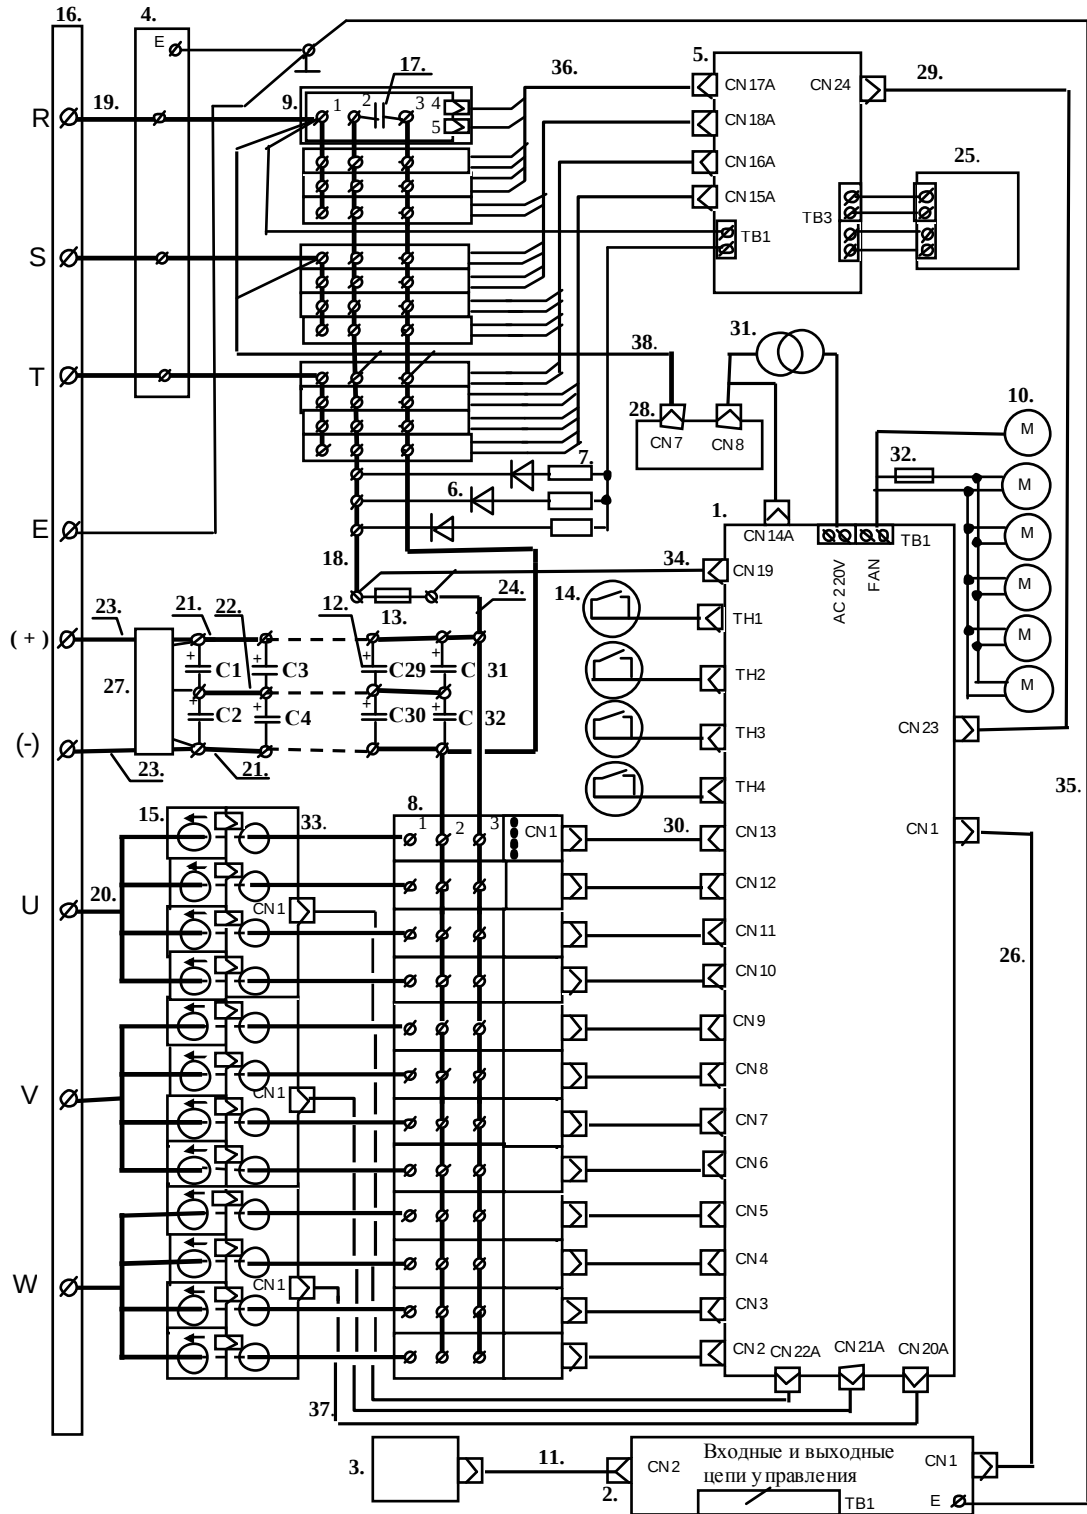

Рис. 4.2. Блок-схема преобразователя частоты EI-9011-400H.
Пояснения к рис. 4.2:
4.4.1. Фотографии сменных узлов, входящих в состав преобразователя частоты ЕІ-9011 -400Н, приведены в табл. 4.1. (порядковые номера соответствуют рис. 4.2).